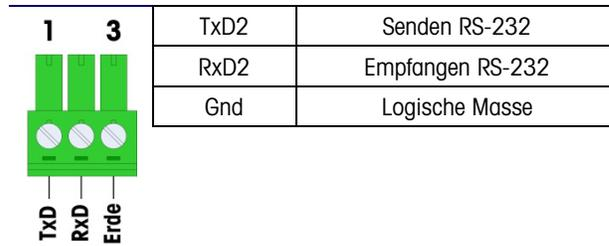

Abbildung 3-17: Anbringungsposition des Ethernet-Etiketts
- Wenn Sie die Ethernet-Option installieren, finden Sie die identifizierende Ethernet-Beschriftung im Optionssatz. Das Etikett kann, wie in der Abbildung 3-17 dargestellt, am Gehäuse des ACM500 in der Nähe des Ethernet-Anschlusssteckers angebracht werden.
- Wenn Sie die EtherNet/IP-Option installieren, finden Sie als benutzerfreundliche Leistung die EtherNet/IP PLC-Beschriftung im Optionssatz. Das Etikett kann, wie in der Abbildung 3-17 dargestellt, am Gehäuse des ACM500 in der Nähe des EtherNet/IP-Steckeranschlusses angebracht werden.